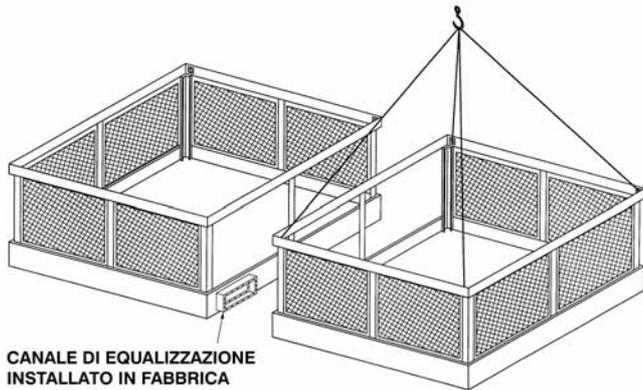

Figura 4 – Dettaglio installazione canale di equalizzazione
4. Posizionare la seconda sezione bacino adiacente al canale di equalizzazione sulle travi di supporto, come indicato nella Figura 4.